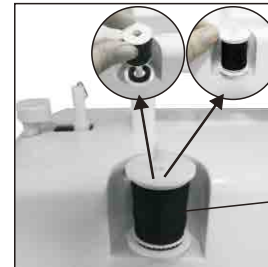

Fig. 11
- (1) Coloque un carrete de hilo en el pasador del carrete (Fig.11).